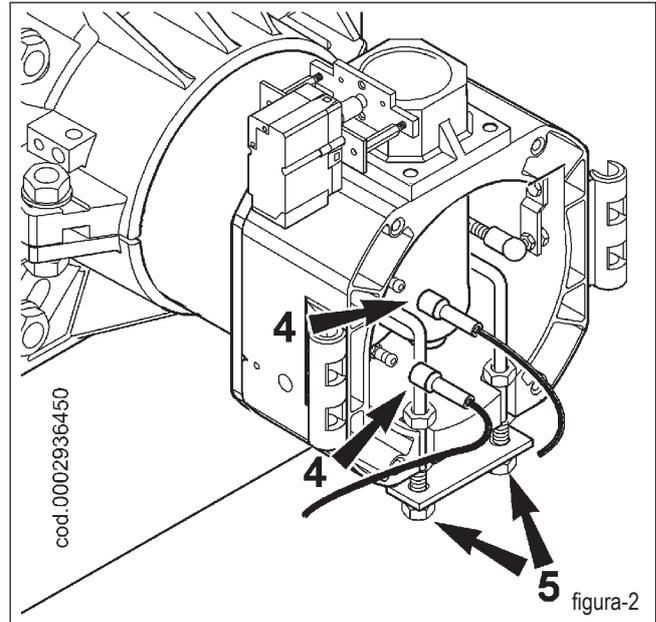

figura-2
**!** Al cerrar el quemador, tirar delicadamente hacia el cuadro eléctrico, poniendo en ligera tensión los dos cables de encendido, seguidamente colocarlos en sus alojamientos correspondientes (7) de la figura 2. Esto evitará que los dos cables sean dañados por el ventilador durante el funcionamiento del quemador.